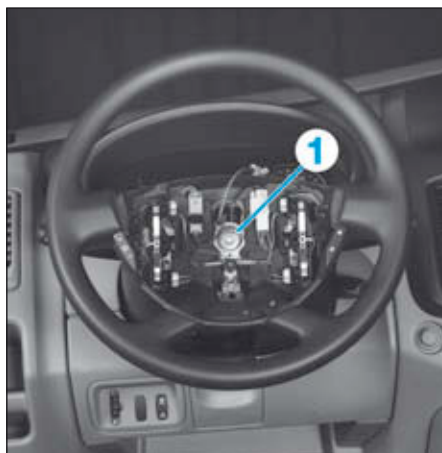

FIG.10
- Déposer la vis (1), puis déposer le volant de direction (Fig.10).